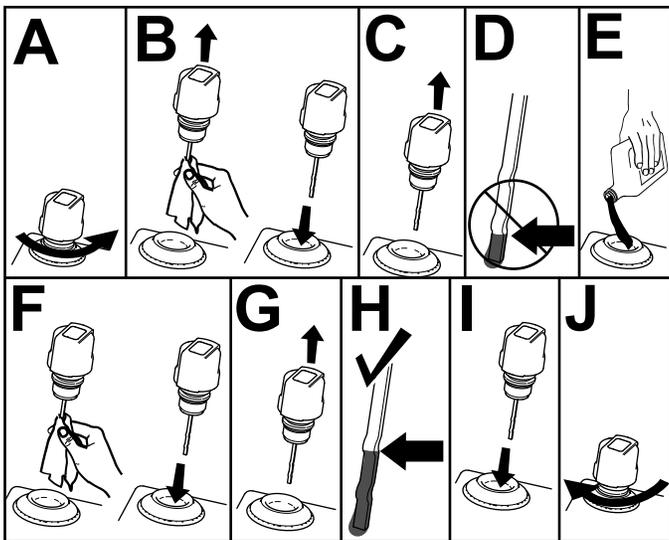

Figure 49
- Contrôlez le niveau de liquide hydraulique comme montré à la Figure 49.